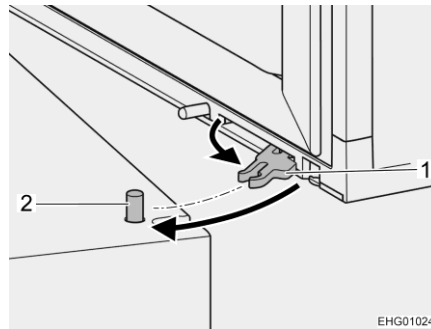

Bild 134 Verriegelung Winterstellung
- An der Kühlschranktür im Bereich der Verriegelung oben und unten jeweils den Haken (Bild 134,1) herausdrehen.
- Kühlschranktür vorsichtig schließen, bis der hervorstehende Stift (Bild 134,2) im Haken einrastet.